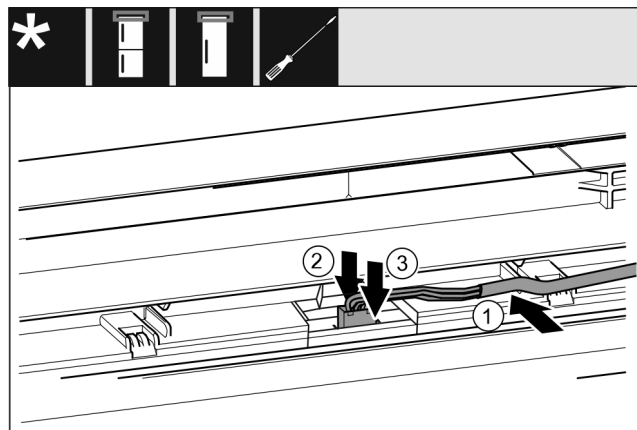

Fig. 49 制冷/冷冻组合/冰柜/冰箱*
- ▶ 将电缆 Fig. 49 (1)置入上方冰箱门的导向装置。*
- ▶ 将止动凸缘 Fig. 49 (2)向后按住。*
- ▶ 插入插头 Fig. 49 (3)。*